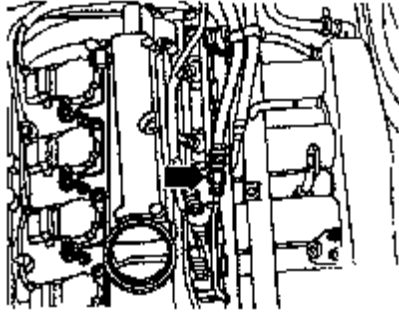

图 4-182 拆开螺纹管接头
(1) 拆下加油口盖, 打开发动机舱盖。如图 4-182 所示, 打开螺纹管接头(箭头), 用布收集溢出的燃油。